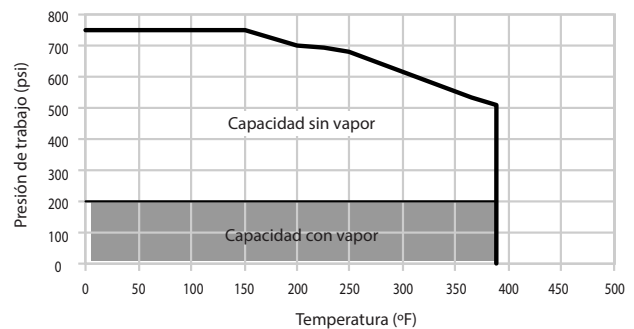

Figura 1: Cédulas 40 y 80 y espesor equivalente
- Para aplicaciones sin vapor que emplean tuberías de acero al carbón de espesor cédulas 40 y 80 o de espesor métrico equivalente o tuberías de acero inoxidable cédula 40S, las uniones que utilizan el acople Estilo 870 ofrecen presiones de trabajo que fluctúan entre vacío total (29.9 pulg. Hg/760 mm Hg) hasta 740 psi/5102 kPa, dependiendo de la temperatura máxima del sistema. Vea la Figura 1 para conocer los valores específicos de presión y temperatura.